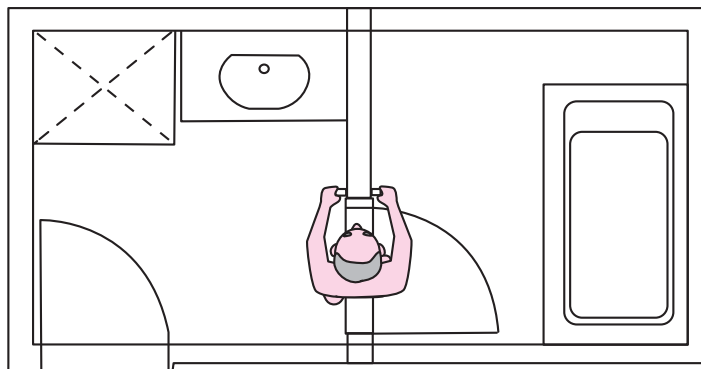

図 7-6 開き戸で浴室壁と脱衣室壁に縦手すりを配置した例と動作
- 手すりが壁の裏側に隠れてしまうので、正面を向いた動作は難しい配置です。両手で把持し、昇降動作は横方向（カニ歩き）になるので、身体を支持する脚が限定されます。（図 7-6）片麻痺の人の適合には注意